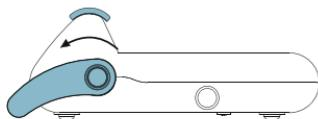

Fig. 2
- 3 Tire de la palanca hasta que se bloquee, será emitido un bip (Fig. 2), dando inicio al sellado (6 segundos). Al fin de este tiempo, el LED se encenderá y dos bips serán emitidos continuamente.